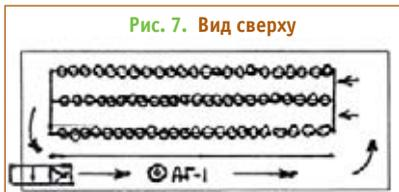

Рис. 7. Вид сверху
7. Система с боковым климатическим коридором (рис.7)